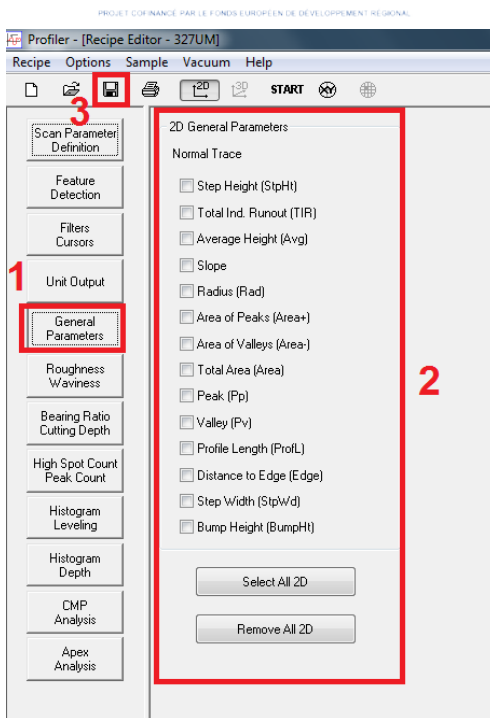

Figure 18 : Recipe editor – General Parameters
Si la recette est pour mesurer une marche, dans la fenêtre « Recipe editor » (figure 18) cliquer sur « General Parameter »(1) et sélectionner les résultats (2) à afficher lors de la mesure et enregistrer (3).